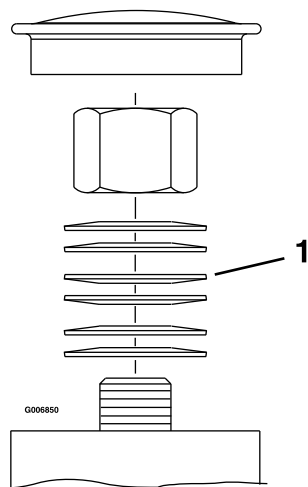

Figura 51
3. Retire el tapón guardapolvo de la rueda giratoria y apriete la contratuerca hasta que las arandelas de muelle estén planas, luego aflójela $\frac{1}{4}$ de vuelta para establecer correctamente la precarga de los cojinetes (Figura 50 y Figura 51).
Importante: Asegúrese de que las arandelas de muelle están correctamente instaladas, según se muestra en Figura 50 y Figura 51.